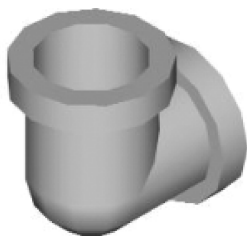

图 13-103 弯管接头
(2) 抽壳是用指定的厚度创建一个空的薄层实体。可以为所有面指定一个固定的薄层厚度，通过选择面可以将选中的面排除在壳外。一个三维实体有（ ）个壳，通过将现有面偏移出其原位置来创建新的面。
(3) 如果需要在实体表面另外绘制二维截面轮廓，则必须应用哪个工具栏来建立绘图平面？（ ）
(4) 绘制如图 13-103 所示的弯管接头。